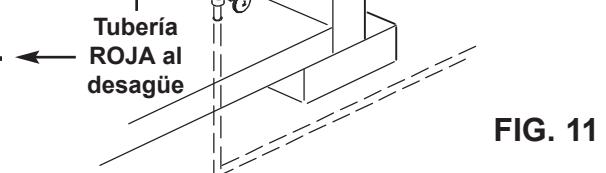

FIG. 11
- Ubique el tubo rojo de 1/4 pulg. y determine si es lo suficientemente largo para llegar desde el conjunto del filtro de ósmosis inversa hasta el punto de desagüe. Vea la Fig. 11.